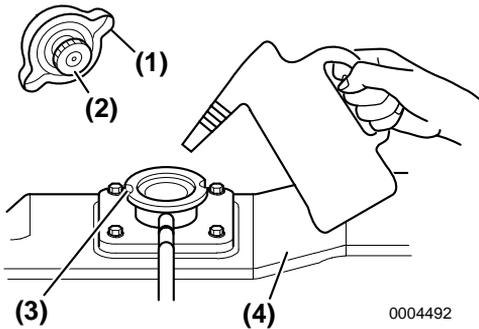

Figure 11
Versez lentement le liquide de refroidissement dans le réservoir du liquide de refroidissement / échangeur thermique (**Figure 11, (4)**) pour éviter la formation de bulles d'air. Remplissez jusqu'à faire déborder le liquide de refroidissement de l'orifice de remplissage.
5. Alignez les indentations du bouchon de remplissage (**Figure 11, (1)**) sur les encoches de l'orifice de remplissage (**Figure 11, (3)**) et serrez le bouchon de remplissage (**Figure 11, (2)**).